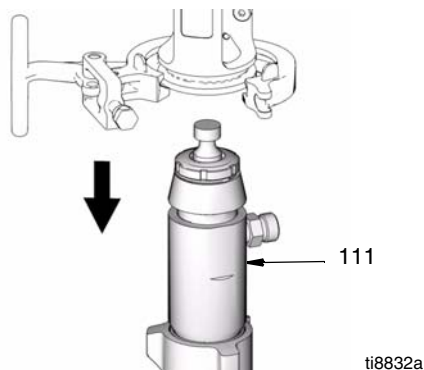

Рис. 12
8. (Рис. 12) Снимите насос (111) с распылителя.